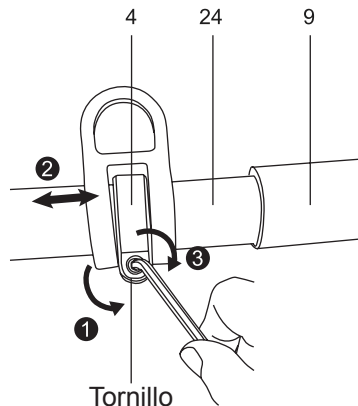

Fig. 19
3. Abra el enganche (29a) para retirar el arnés de la argolla (3).
4. Abra la hebilla (29b) para extraer rápidamente el arnés (29).
5. Si es necesario, ajuste la sujeción de argolla (4) en una posición adecuada que le ofrezca mayor comodidad y facilidad de control. Afloje el tornillo y mueva la sujeción de argolla (4) hacia atrás y hacia adelante a lo largo del mando telescópico (24). Es mejor colocar la sujeción de argolla (4) en un radio de 30 cm desde la superficie de empuñadura (9). Después del ajuste, vuelva a apretar el tornillo. (Fig. 19)